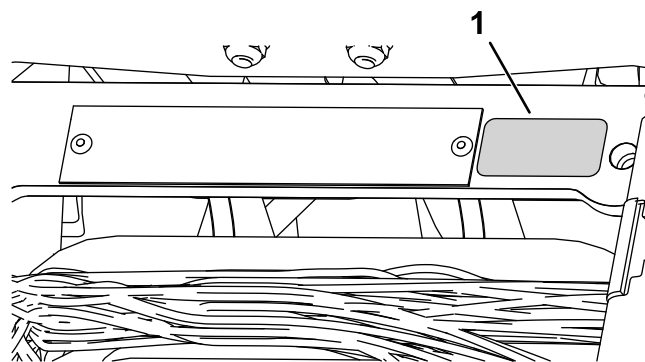

Figura 14
- Coloque la pegatina del año de producción junto a la placa con el número de serie (Figura 14).